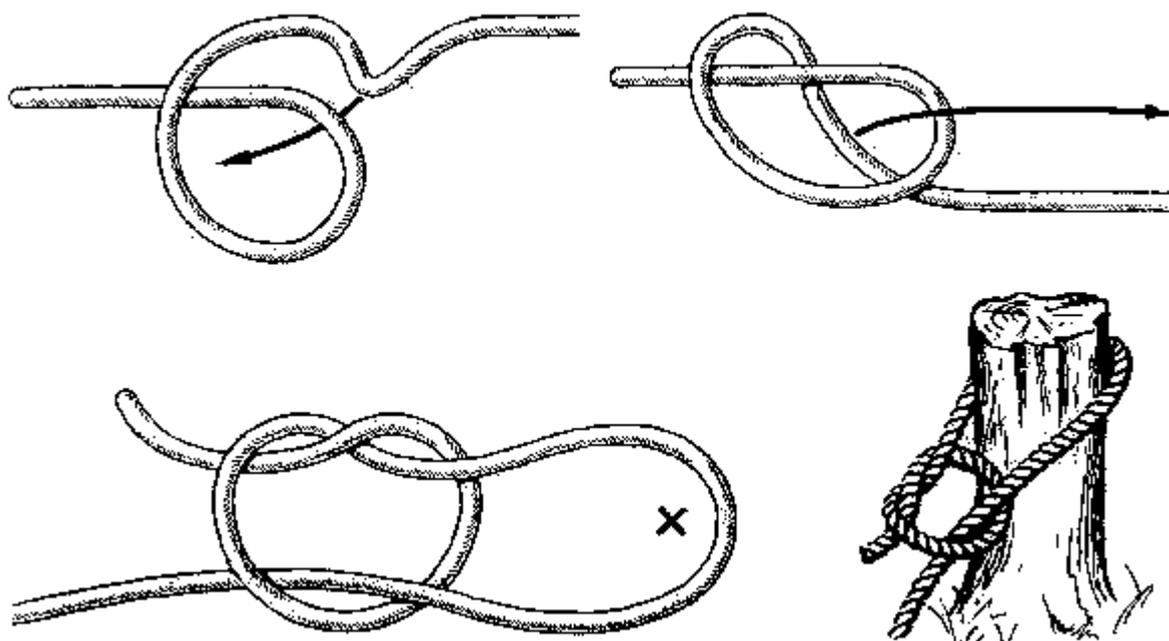
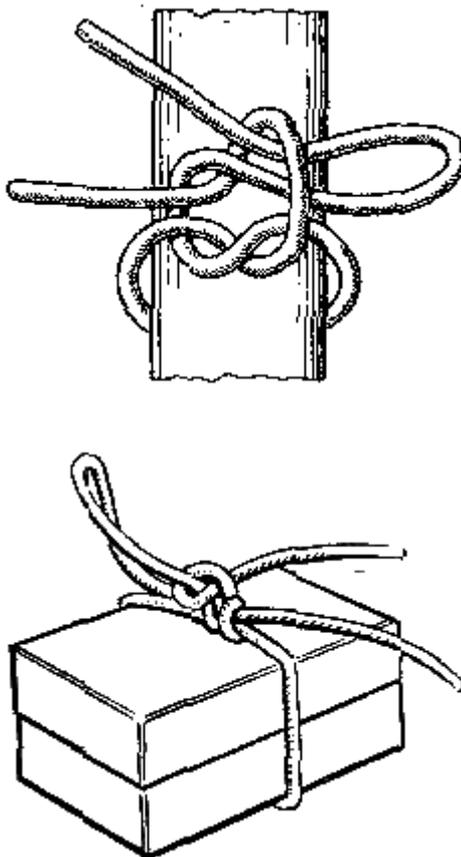

Рис. 82. Бегущий простой узел
**Рис. 93. Развязывающийся бегущий простой узел**
**Бегущий простой узел** (рис. 82). Это самый простой узел, образующий затягивающуюся петлю. При тяге за коренной конец петля затягивается, но ее можно увеличить в размере, потянув за ходовой конец в сторону от петли. Узел можно завязать в любой части веревки. С его помощью можно затянуть мешок, связать тюк, прикрепить к чему-нибудь трос, зачалить лодку за сваю.
**Развязывающийся бегущий простой узел** (рис. 93). Бегущий простой узел (см. рис. 82) можно легко превратить в быстроразвязывающийся, не изменяя его функцию, т.е. пользуясь им как бегущим, а не как быстро развязывающимся узлом. Для этого в его петлю нужно ввести ходовой конец, сложенный вдвое. В этом случае он будет обладать сразу двумя свойствами – затягиваться и быстро развязываться, если дернуть за ходовой конец, торчащий из петли. С помощью этого узла можно зачалить лодку за береговой пал таким образом, что при необходимости фалинь можно будет отдать, не выходя из лодки, дернув за ходовой конец, оставленный достаточно длинным. Это очень распространенный узел. Во всяком случае, во всем мире именно им привязывают лошадей за уздечку к привязи. Чтобы узел случайно не развязался, конец уздечки просовывают в петлю (рис. 93. б).